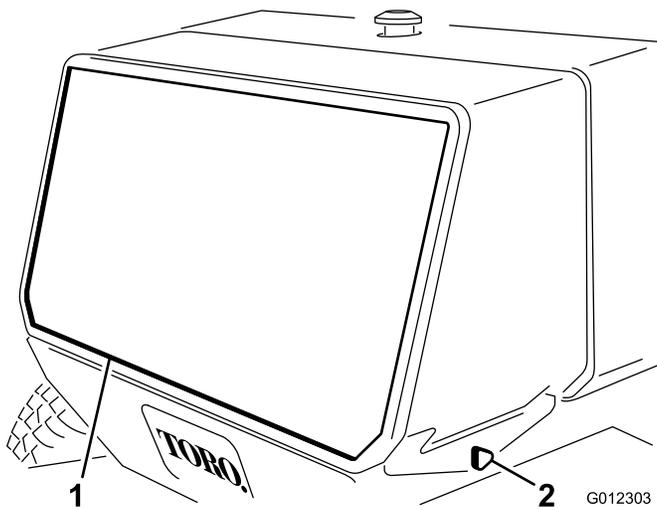

Figura 29
1. Retire los pomos que sujetan la rejilla trasera al bastidor (Figura 29). Retire la rejilla.